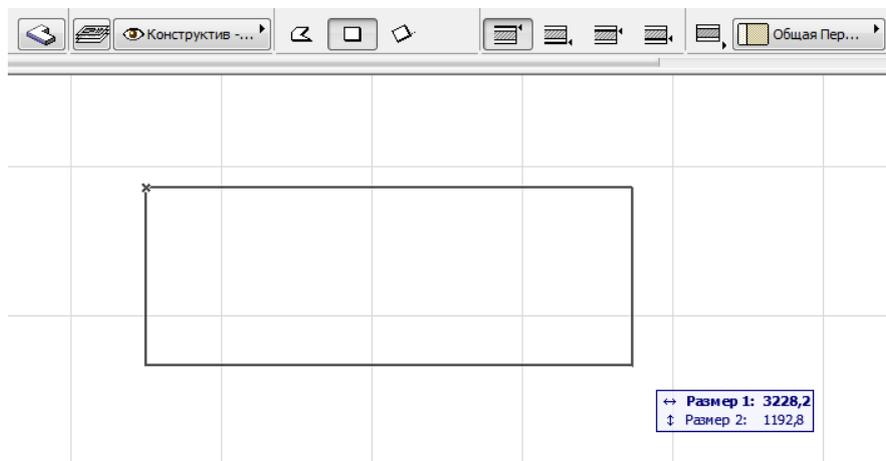

Рис. 43. Построение перекрытия в виде прямоугольника.
– построение перекрытий в виде прямоугольника путем указания двух его противоположных углов (рис. 43);